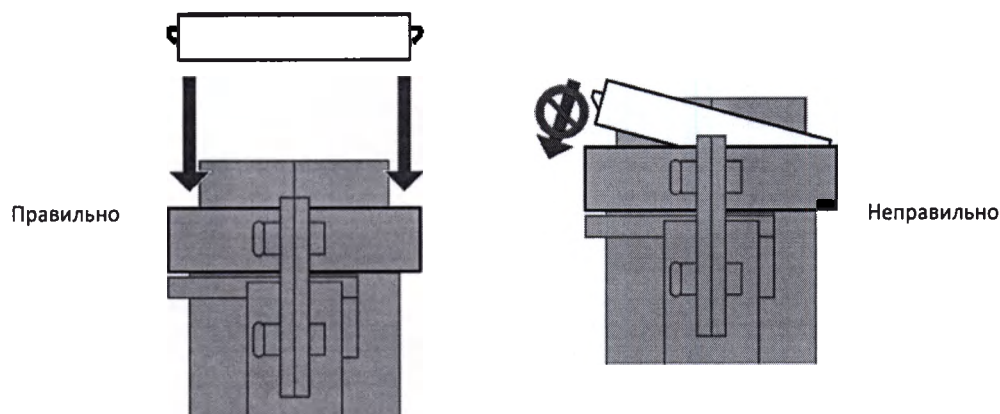

Рисунок 10-6: Установка удерживающего кольца картриджа eSYS
- 2 Удерживающее кольцо имеет выступы. Убедитесь, что направляющие язычки вошли в пазы в корпусе картриджа eSYS. Большие язычки диафрагмы должны быть обращены наружу. Равномерно нажимайте на удерживающее кольцо (избегая его перекоса), пока оно со щелчком не встанет на место. См. рис. 10-6 и рис. 10-7 ниже.
- 3 Осмотрите диафрагму на предмет защемления. Неправильная техника установки удерживающего кольца может привести к защемлению одной стороны диафрагмы. При необходимости повторите разборку и сборку картриджа eSYS, чтобы устранить защемление. Правильная техника установки удерживающего кольца показана на рис. 10-6 выше.